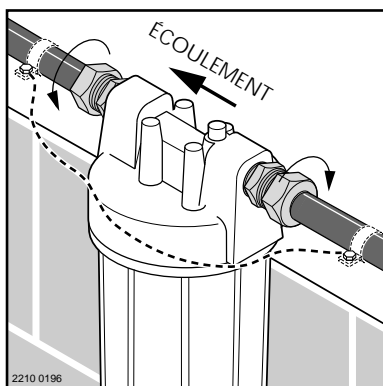
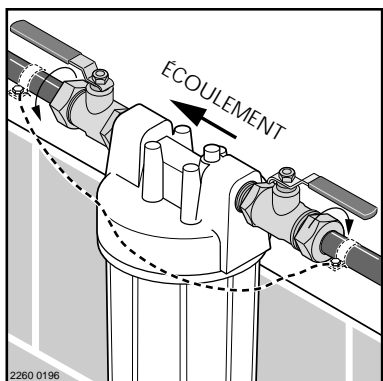

Figure 3
Figure 3A
4. Glisser le filtre en position sur la conduite d'eau en faisant bien attention au bon sens de circulation de l'eau (voir la Figure 3). Utiliser une clé pour immobiliser le raccord posé sur la cuve du filtre et serrer l'écrou avec une deuxième clé. Ouvrir le robinet principal de l'alimentation en eau et s'assurer qu'il n'y a pas de fuite. (La Figure 3A montre comment procéder à l'installation en utilisant des robinets à boisseau sphérique.)